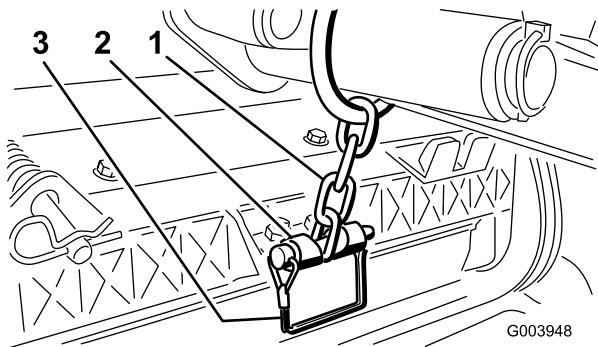

Bild 12
12. Befestigen Sie die Hubarmkette mit dem Einraststift an der Kettenhalterung (Bild 12). Verwenden Sie die Anzahl der Kettenglieder, die in der *Bedienungsanleitung* der Schneideinheit beschrieben ist.